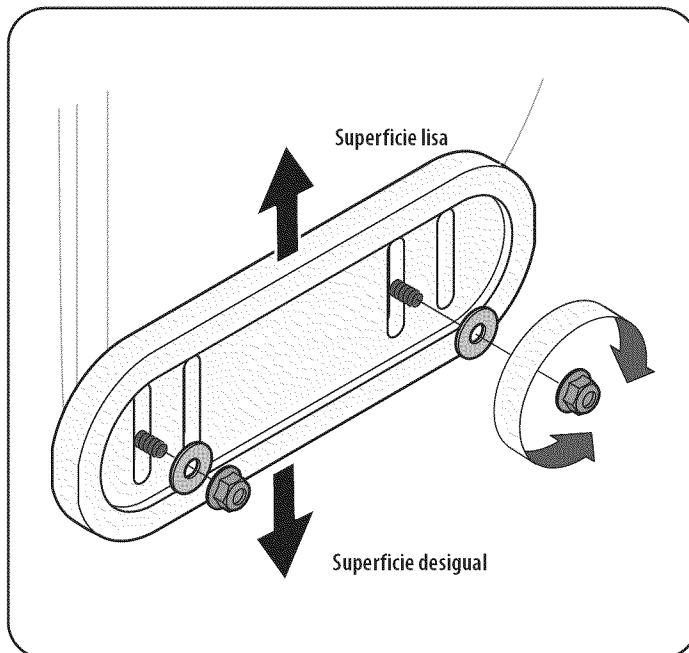

Figura 15
- Si desea quitar nieve al ras del suelo, eleve más las zapatillas antideslizantes en la caja de la barrena. Refiérase a la Figura 15.
1. Afloje las cuatro tuercas hexagonales (dos en cada lado) y los pernos del carro. Mueva las zapatillas antideslizantes a la posición deseada. Vea la Figura 15.